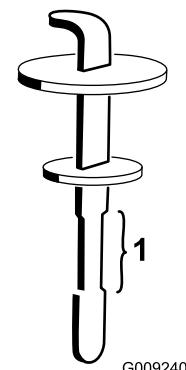

図 88
5. 補給口の首からディップスティックを抜き、ウェスできれいに拭う。もう一度首に差し込んで引き抜き、オイルの量を点検する図 88。